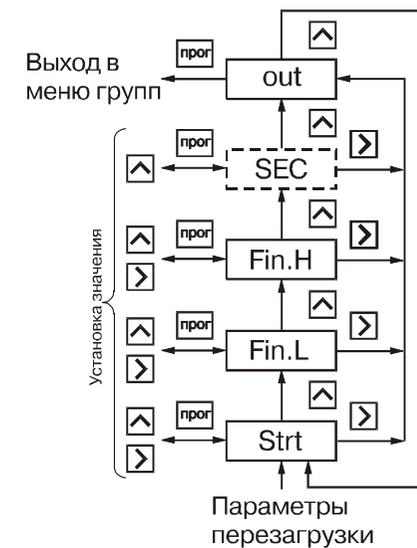

Рис. 24
6.1.7. Группа "GrouP_b" (рис. 24) содержит параметры **Fin.L**, **Fin.H**, задающие границы счёта и значение **Strt** загружаемое в счётчик импульсов при достижении этих границ. Положение десятичной точки в этих параметрах определяется её положением в параметре **F**. Установите нужное значение параметров **Fin.L**, **Fin.H** и **Strt**.